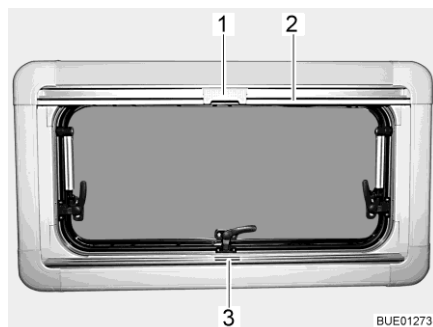

Fig. 75 Finestra apribile
- Afferrare la tendina oscurante pieghevole per la parte centrale della barra di presa (Fig. 75,3), tirarla dal basso verso l'alto e rilasciarla nella posizione desiderata. La tendina oscurante pieghevole rimane in questa posizione.
- Tirare la zanzariera a rullo accompagnandola con la barra di presa (Fig. 75,2) verso il basso, fino a quando la barra di presa non arriva a contatto con la tendina oscurante pieghevole (Fig. 75,3).
- Bloccare l'aggancio (Fig. 75,1) della zanzariera a rullo nella barra di presa della tendina oscurante pieghevole.
- Premere in alto all'indietro l'aggancio (Fig. 75,1) sulla zanzariera a rullo.
- Ricondurre lentamente la zanzariera a rullo accompagnandola con la barra di presa (Fig. 75,2).